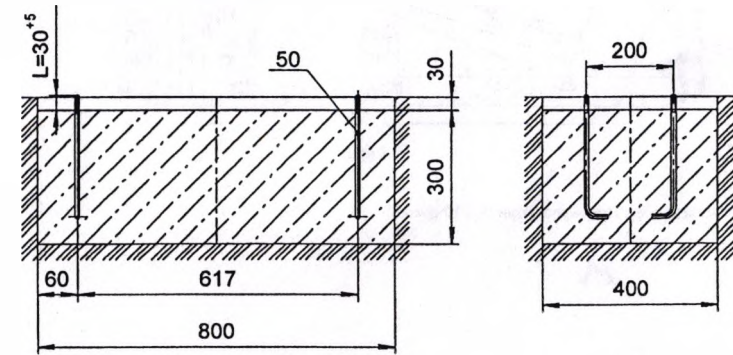

Рис.2
- Установить в приямок болты анкерные (поз.50) по размерам на рис.2. Произвести заливку приямка бетоном. Поверхность бетона выровнять горизонтально по уровню.